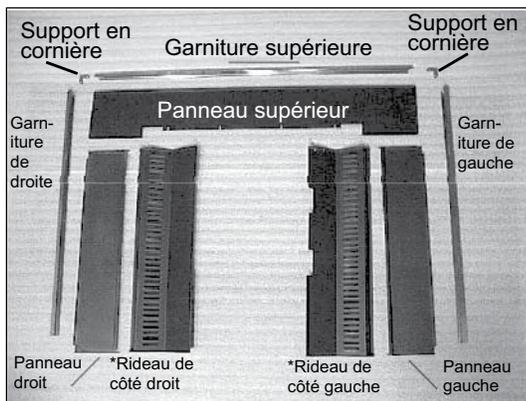

Figure 24.1
1. Sortez les pièces de l'emballage et les placer face cachée (brides vers le haut) sur une surface non abrasive comme indiqué à la **Figure 24.1**. Installez (1) une vis 203 mm (8 po)-813 mm (32 po) x 9,5 mm (3/8 po) dans la languette inférieure du panneau latéral.